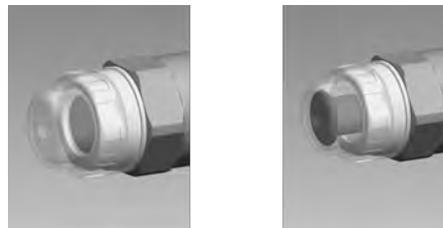

Abb. 11: Optischer Membranbruchsensoren, unausgelöst und ausgelöst
Bei den **optischen** Membranbruchsensoren springt dabei der versenkte, rote Zylinder (6) unter dem durchsichtigen Deckel (7) nach vorne, sodass er dann deutlich sichtbar wird Abb. 11.